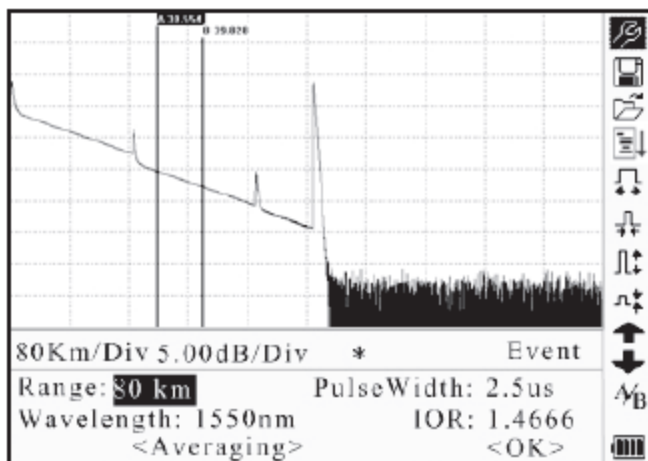

Рисунок 4-9. Переключение измерения на тестирование в режиме реального времени
2. С помощью кнопок ◀ и ▶ выберите параметр, который следует изменить (рисунок 4-9), затем нажмите кнопку Enter.